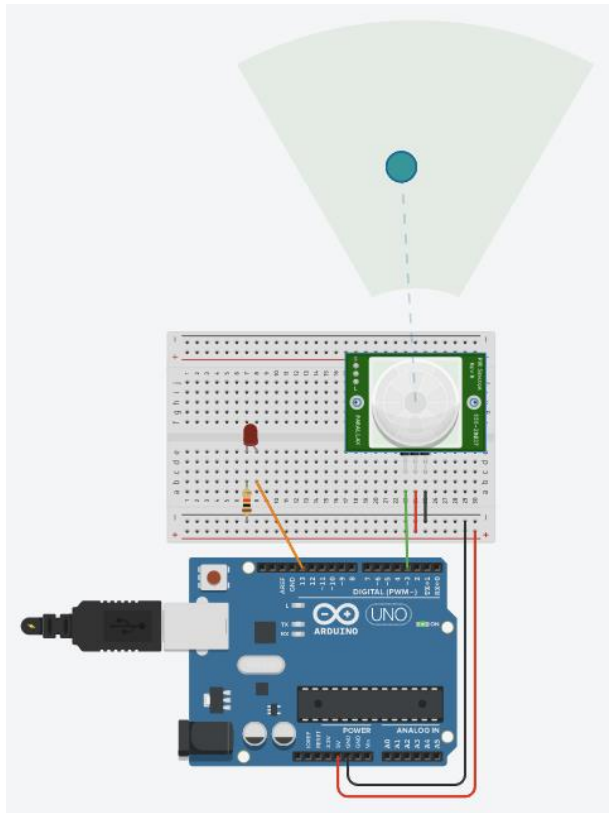
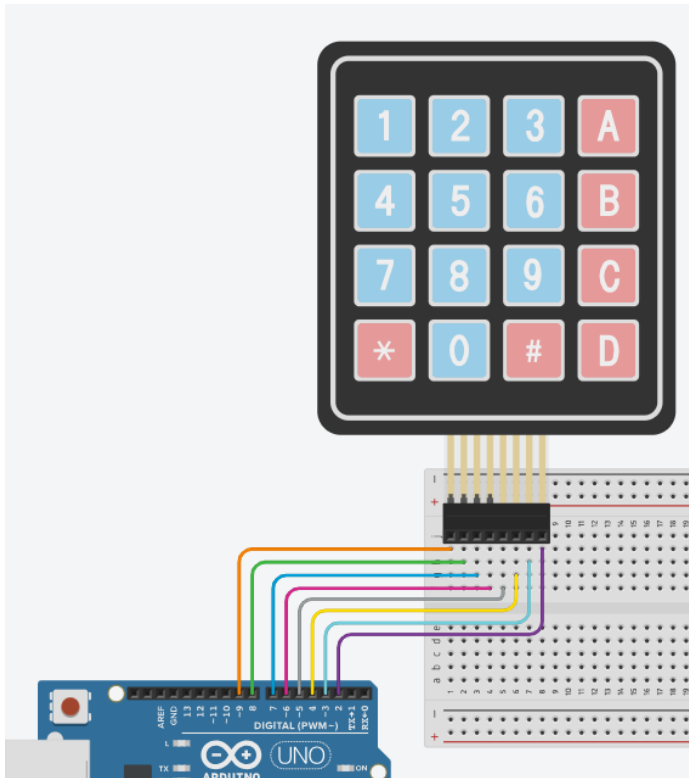

Рисунок 5.2 – Схема плати з датчиком руху
Рисунок 5.3 – Схеми підключення клавіатури
Розглянемо приклад використання датчика руху. На платі (рис. 5.2) розташований сам датчик. Для того, щоб працювати з датчиком руху у режимі симуляції в середовищі Tinkercad, необхідно натиснути на датчик та на області, що з'явилася, змінювати положення об'єкта курсором миші.
Розглянемо приклад використання клавіатури. Схеми підключення клавіатури зображена на рис. 5.3.
5.3.1 Створити схему, як зображено на рис. 5.2 та на рис.5.3, додати код.